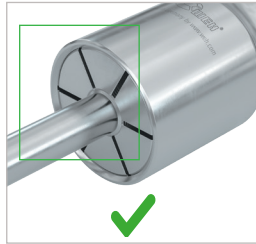
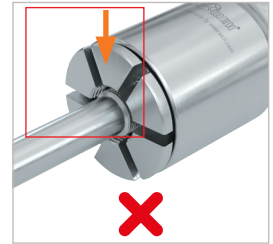

Abbildung 4
Abbildung 5
- Die Außenkanten des Spannzangenaußendurchmessers dürfen nicht mehr sichtbar sein (Abbildung 4 und Abbildung 5 auf Seite 45).
Achtung: Wenn der Adapter nicht einklickt und die Außenkanten des Spannzangen-Außendurchmessers sichtbar sind, ist der Adapter nicht richtig angeschlossen. Der Adapter kann abspringen und Medium kann austreten (*Abbildung 5*).